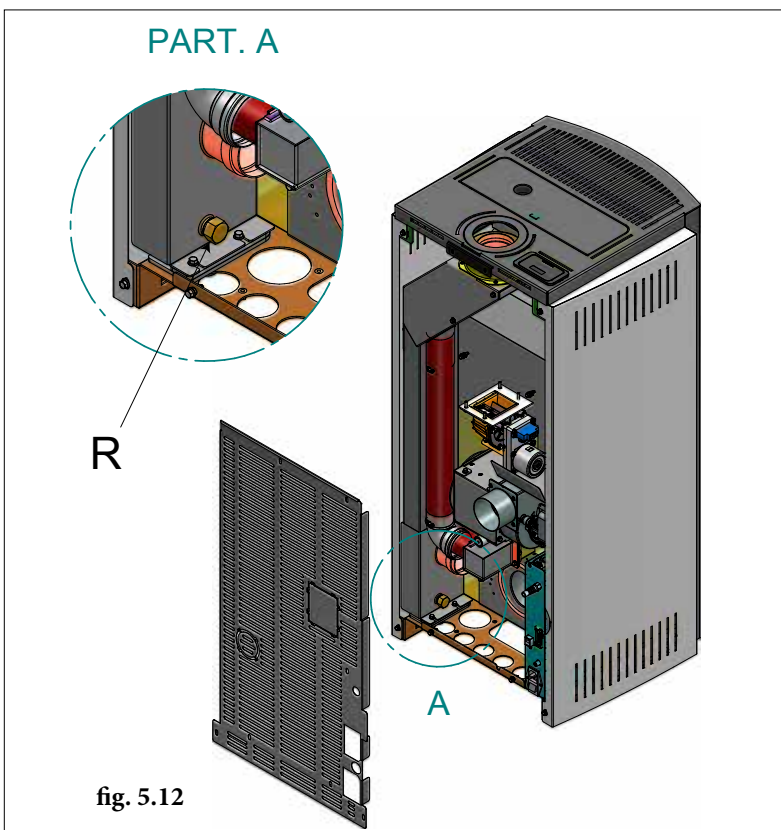

fig. 5.12
**5.5.2** A livello di ulteriore misura di sicurezza è previsto un raccordo filettato con tappo di chiusura "R", al fine di collegare un tubo di scarico condensa nella remota improbabile eventualità dovesse essere necessario (Fig. 5.12).